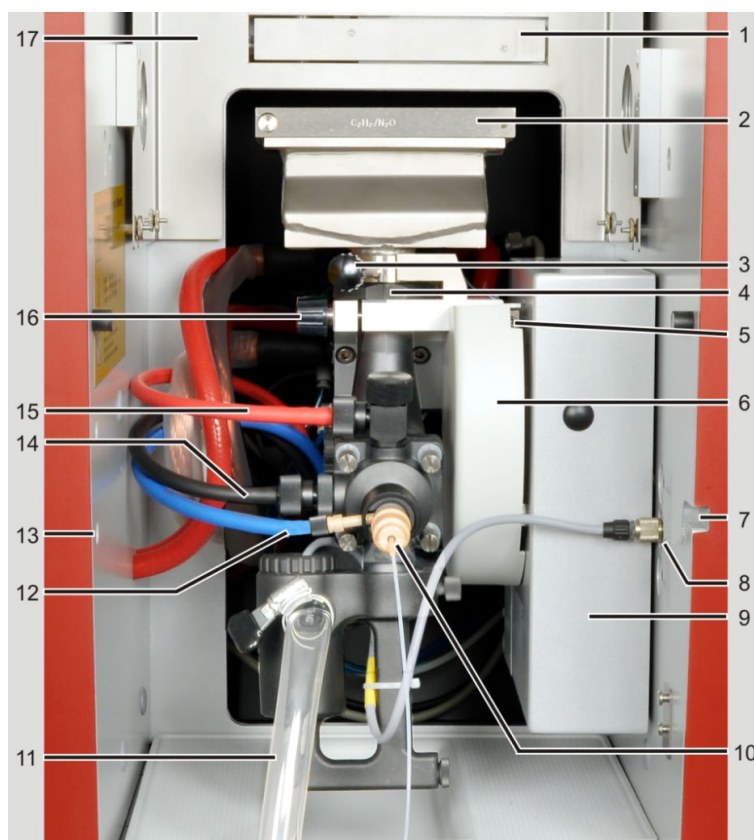

Fig. 41 Conexiones en el sistema mechero-pulverizador
La cámara de mezcla tiene que estar alineada con el ajuste de altura y la marca tiene que sobresalir del borde del dispositivo de sujeción (4 en Fig. 41 pág.67).
- Conecte la manguera para gas de combustión (roja) arriba en la cabeza de la cámara de mezcla (15 en Fig. 41 pág.67)
- Conecte la manguera para oxidante (azul) en el pulverizador (12 en Fig. 41 pág.67)
- Conecte la manguera para oxidante adicional (negra) a un lado de la cámara de mezcla (14 en Fig. 41 pág.67)